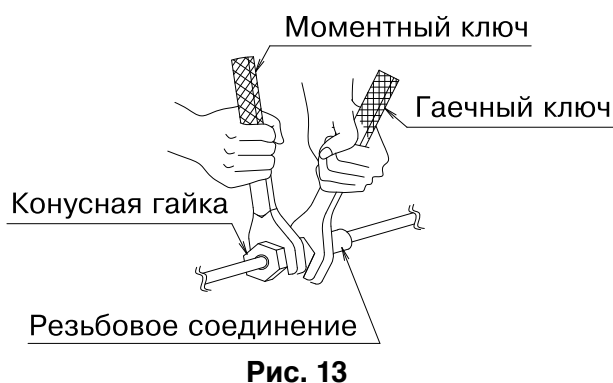

Рис. 13
- При подключении трубопроводов к кондиционеру воздуха следует использовать гаечный ключ и моментный ключ, как показано на Рис. 13. Размеры раструба см. в Таблице 1.